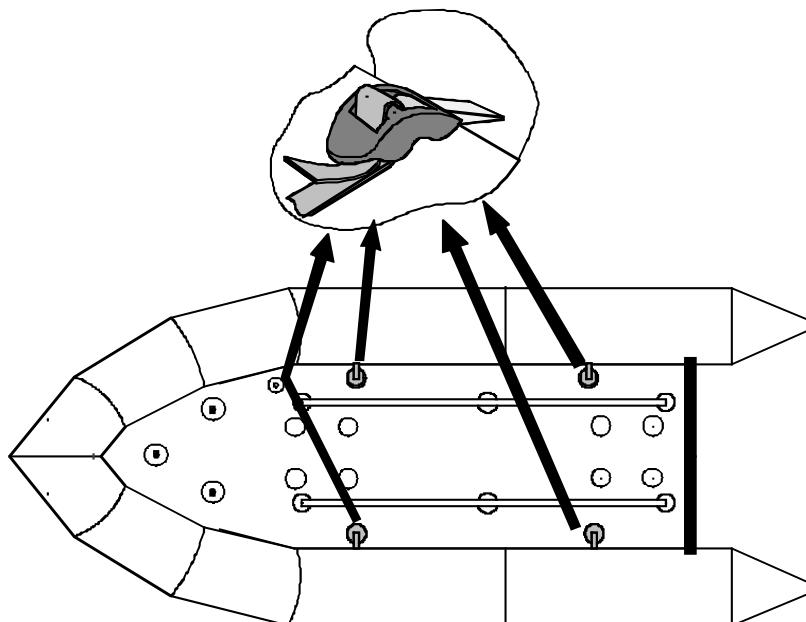

**fig 4**
6. **Vérifiez** que l'ensemble est bien aligné [fig 4].
3. **Assurez-vous** que les longerons sont correctement positionnés entre les butoirs (9) des éléments 3 et 5 [fig. 4].